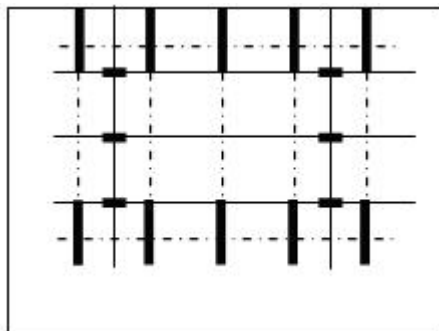

Fig. 03
- Collegare i punti di massimo picco con delle Linee. Queste rappresentano la disposizione delle armature nell'elemento (Fig.03)